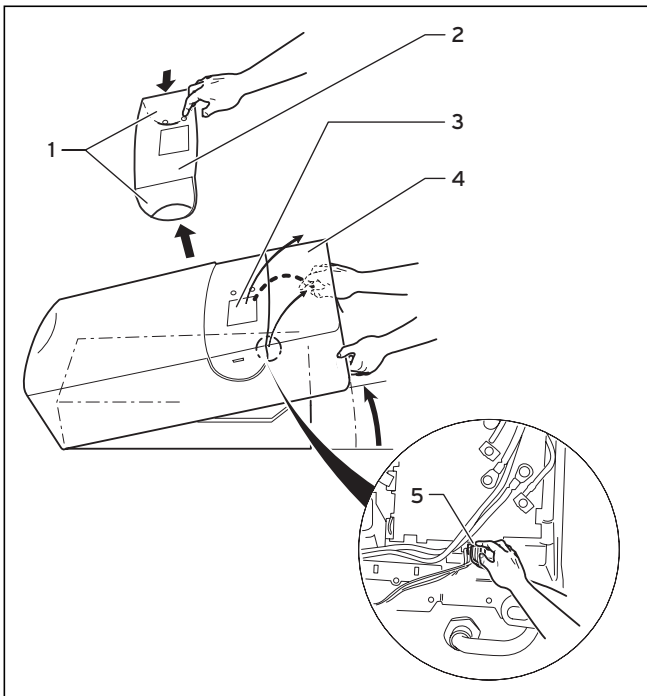

Abb. 5.3 Geräteverkleidung abnehmen und anbringen
- Drehen Sie die Schraube (3) wieder ein, siehe Abb. 5.3.